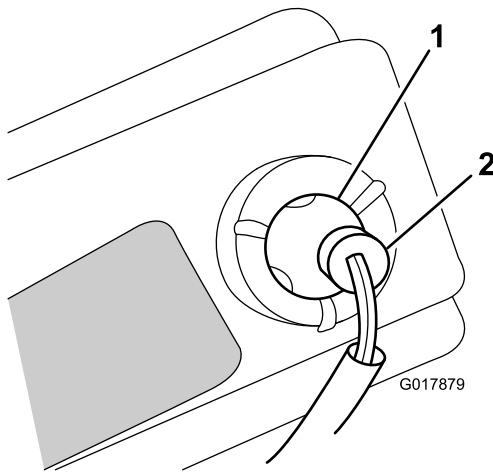

Figura 32
6. Retire la base de la lámpara (Figura 32).